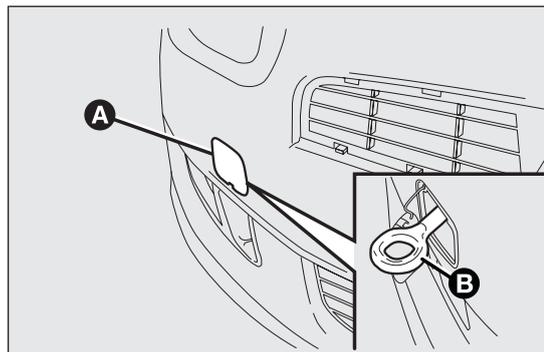
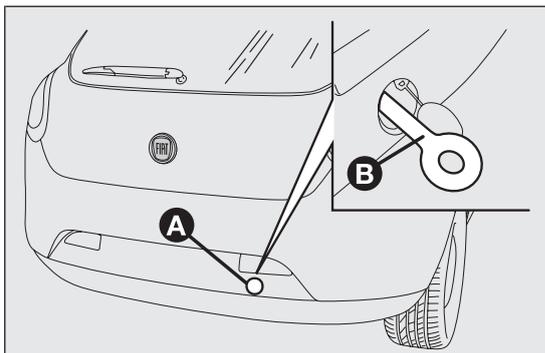

fig. 196
fig. 197
- desenganchar el tapón actuando en la lengüeta A fig. 196–fig. 197;